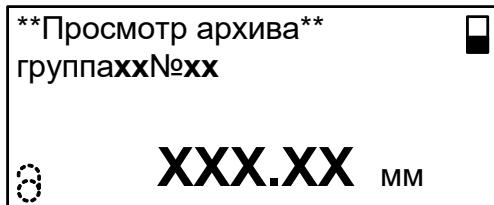

Рис.5. Вид окна «Просмотр архива».
2.3.3.2. Вид окна **Просмотр архива**, предназначенного для просмотра архива измеренных значений толщины, приведен на рис.5.